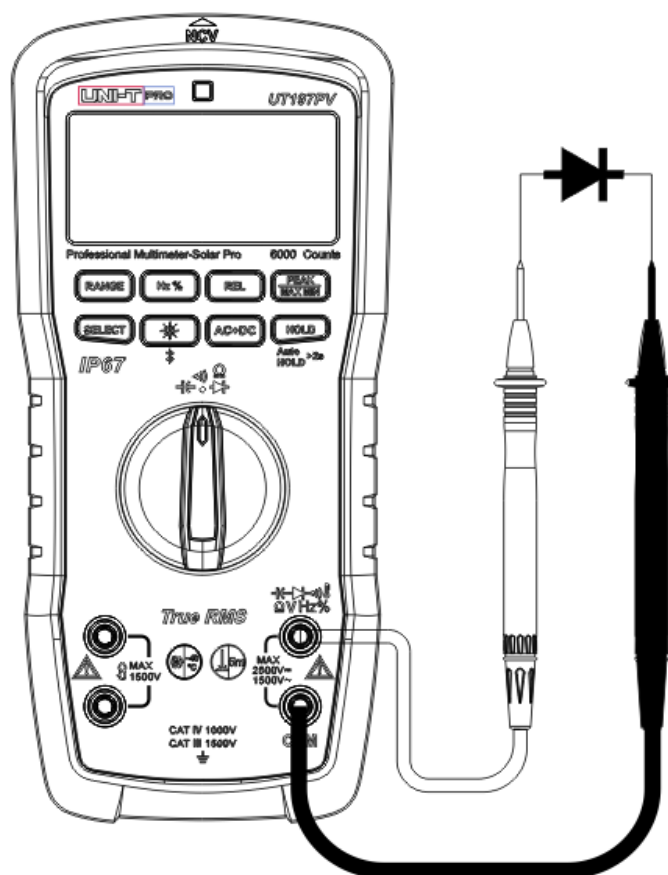

Figure 11
8. Mesure de la diode (Figure 11)